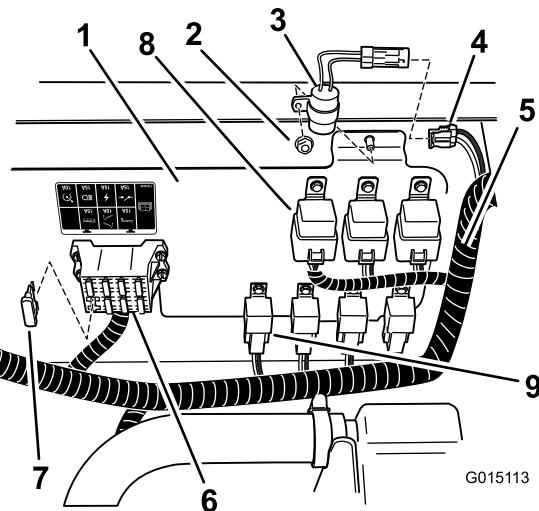
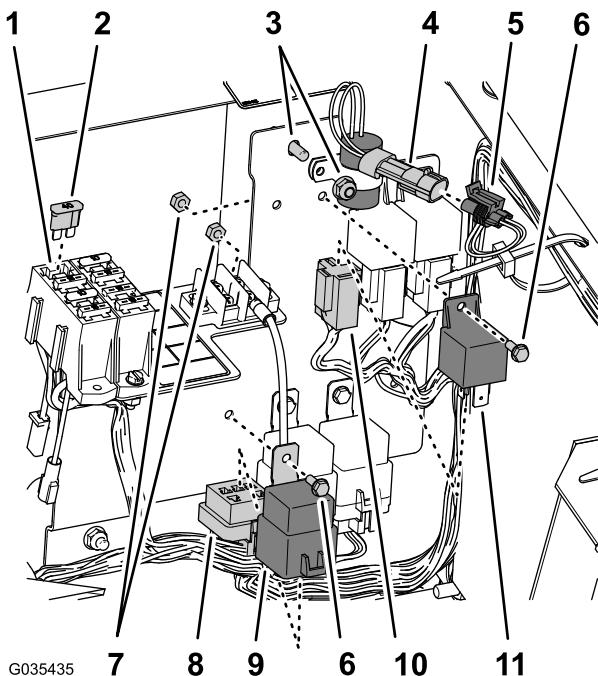
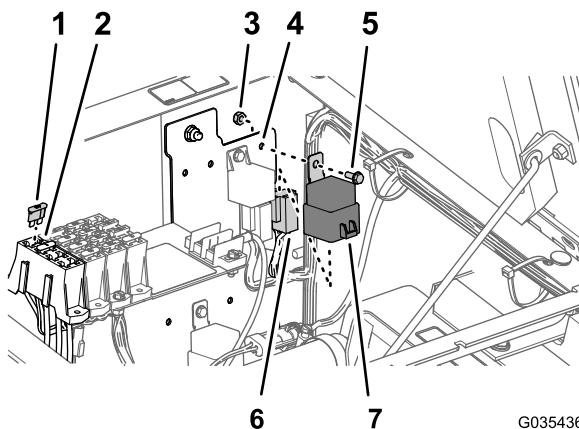

Figura 26
Figura 27
Figura 28
- A. Installate il timer di ritardo nel punto illustrato nella Figura 26 o nella Figura 27 mediante il dado di bloccaggio del quadro elettrico.
- B. Collegate il timer al connettore a 2 prese indicato come timer di ritardo del cablaggio preassemblato della macchina (Figura 26 o Figura 27).
3. Montate un fusibile (40 A) nello slot libero del portafusibili come illustrato nella Figura 26, nella Figura 27 o nella Figura 28.
4. Allineate relè e relè di alimentazione con gli altri relè dello stesso tipo e installateli sul quadro (Figura 26, Figura 27 o Figura 28) con 2 bulloni a testa flangiata (n. 10-24 x 1/2 poll.) e 2 dadi di bloccaggio (n. 10-24).
5. Individuate il connettore a 4 prese e il connettore a 5 prese sul cablaggio principale e collegateli al relè (4 pin) e al relè di alimentazione (5 pin), come illustrato nella Figura 26, nella Figura 27 o nella Figura 28.